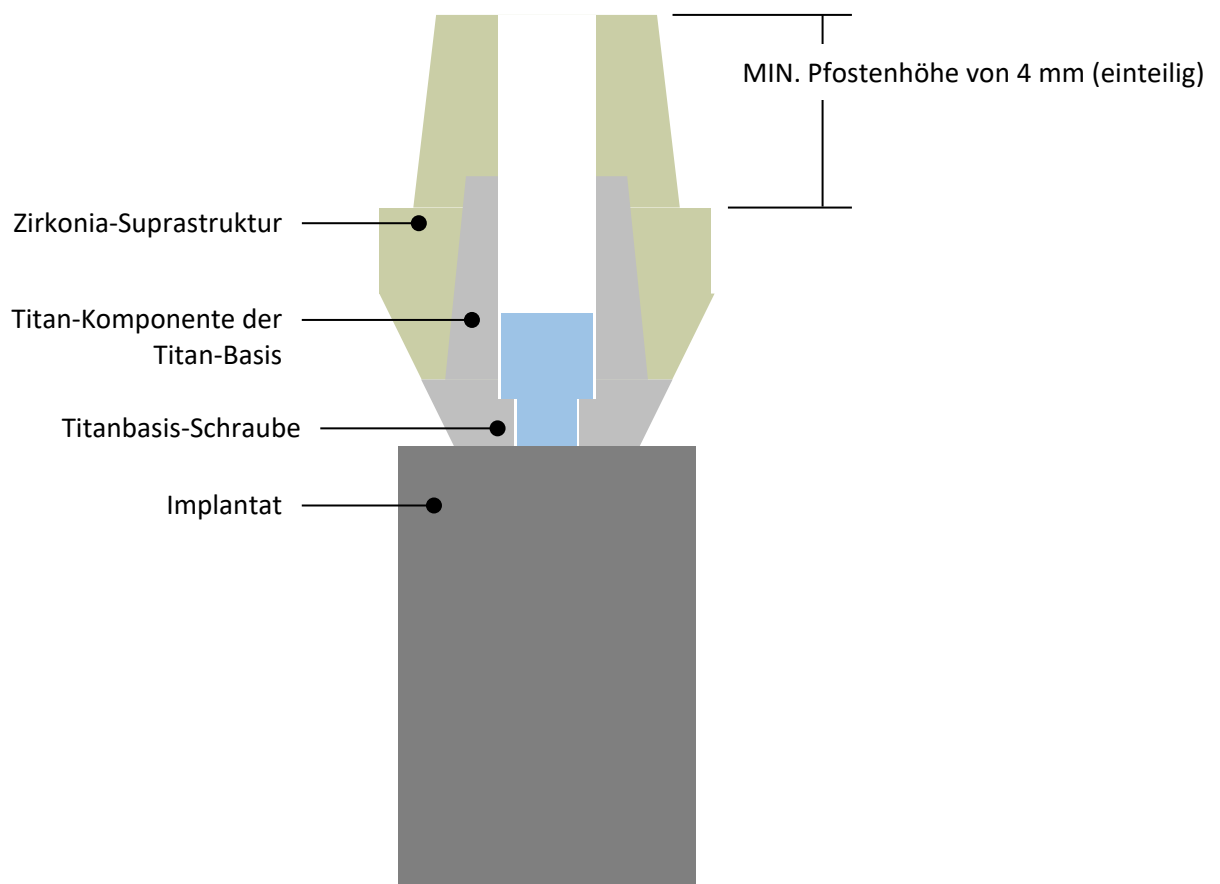

Abbildung 1 – Konstruktionsbeschränkungen der Zirkonia- Suprastruktur.
- Abutment-Pfostenhöhe $\geq 4,0$ mm (siehe **Abbildung 1**)